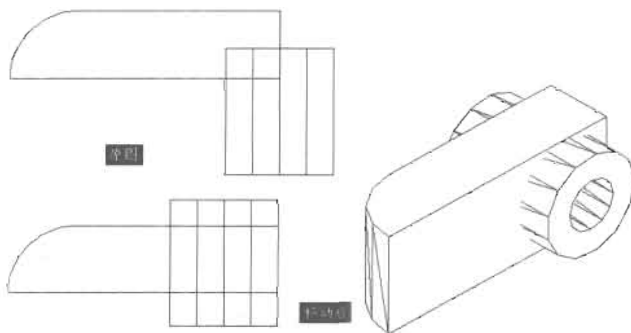

图 14-193
(7) 切换到俯视图, 打开正交功能, 把圆柱实体向上平移 13mm, 向左平移 7mm, 如图 14-193 所示。